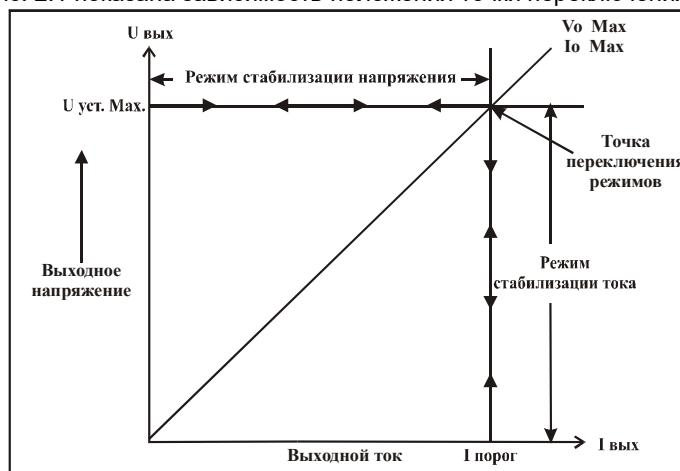

Рис. 2.1. Процесс переключения режимов стабилизации CV и CC
Рабочая характеристика источника питания данной серии называется ВАХ с автоматическим переключением режимов. Это означает, что при изменении сопротивления нагрузки автоматически происходит переключение из режима стабилизации напряжения (CV) в режим стабилизации тока (CC) и наоборот. Точка пересечения значений установленного предела по току ($I_{порог}$) и максимального значения выходного напряжения ($U_{уст. max}$) называется точкой переключения режимов. На рис. 2.1 показана зависимость положения точки переключения от величины тока нагрузки.